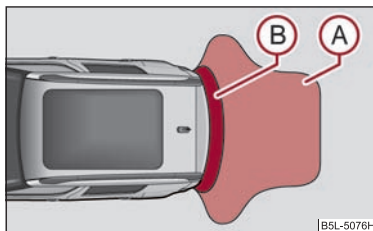
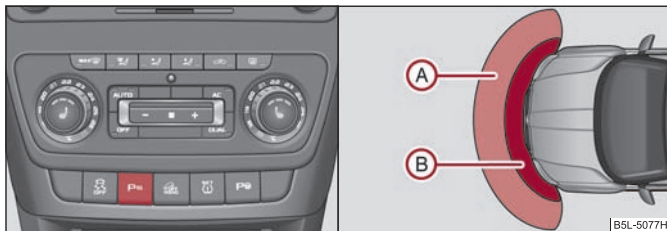

Fig. 109 Asistența la parcare: Zona de acțiune a senzorilor din spate
Fig. 110 Activarea asistenței la parcare / Domeniul de acțiune al senzorilor din față
Avertizarea obstacolului începe de la o distanță de circa 160 cm. (zona **A** ⇒ fig. 109) Odată cu micșorarea distanței, se scurtează intervalele dintre semnale.
Avertizarea pornește la o distanță de 120 cm față de obstacolul din fața autovehiculului (zona **A**) ⇒ fig. 110) și de 160 cm față de obstacolul din spatele autovehiculului (zona **A**) ⇒ pagina 111, fig. 109. Odată cu micșorarea distanței, se scurtează intervalele dintre semnale.
Sistemul de asistare la parcare se activează, când contactul motor este pus, la selectarea **treptei de marșarier** sau la apăsarea tastei ⇒ fig. 110 - în tastă se aprinde simbolul **P**. Activarea va fi confirmată prin emiterea unui ton scurt.
Sistemul de asistare la parcare se dezactivează prin apăsarea tastei **P** ⇒ fig. 110 sau la viteze peste 10 km/h - simbolul **P** din tastă se stinge.
- Dacă după activarea sistemului se emite circa 3 secunde un semnal sonor, iar în jurul autovehiculului nu se găsește nici un obstacol, înseamnă că există o defecțiune în sistem. Defecțiunea este semnalizată și prin clipirea simbolului **(P_u)** din tasta → **pagina 112, fig. 110**. Defectul trebuie remediat de către o unitate autorizată.